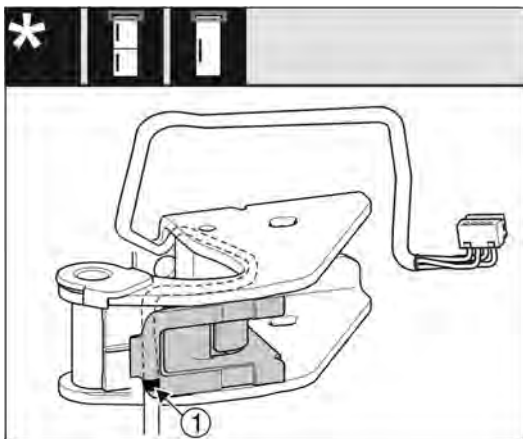

Fig. 16
- ▶ При этом средняя маркировка должна находиться на краю держателя кабеля Fig. 16 (1).